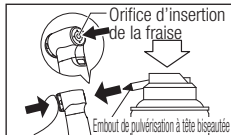

Fig. 14
- 2) Agitez le contenant trois ou quatre fois, puis appuyez doucement sur le bouton-poussoir pour pulvériser directement dans l'orifice d'insertion de la fraise (Fig. 14).